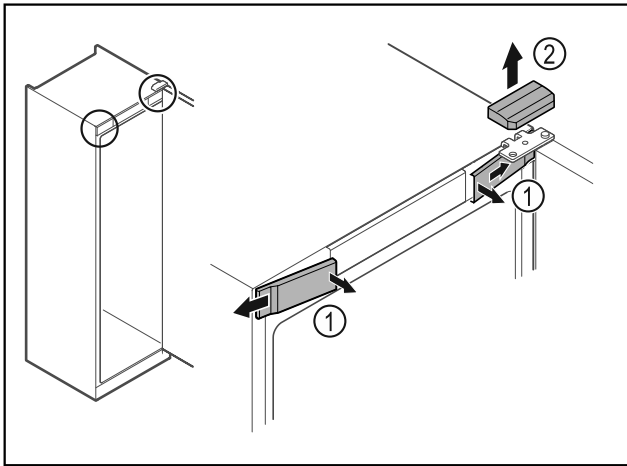

Fig. 10
- ▶ Pattintsa ki belül az elülső burkolatokat Fig. 10 (1), és tegye félre.
- ▶ Vegye le felfelé a felső burkolatot Fig. 10 (2).